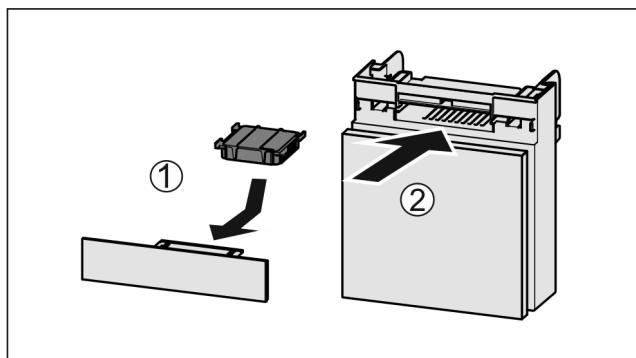

Fig. 119
- ▶ Wkładać Fig. 119 (1) filtr z węglem aktywowanym zgodnie z ilustracją.
- ▶ Wsunąć komorę Fig. 119 (2).